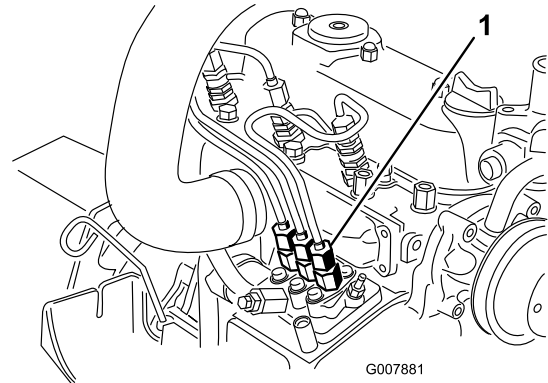

Figura 50
1. Coloque un trapo debajo del conector del tubo que viene desde la bomba de inyección a la boquilla del inyector N° 1, según muestra Figura 50.